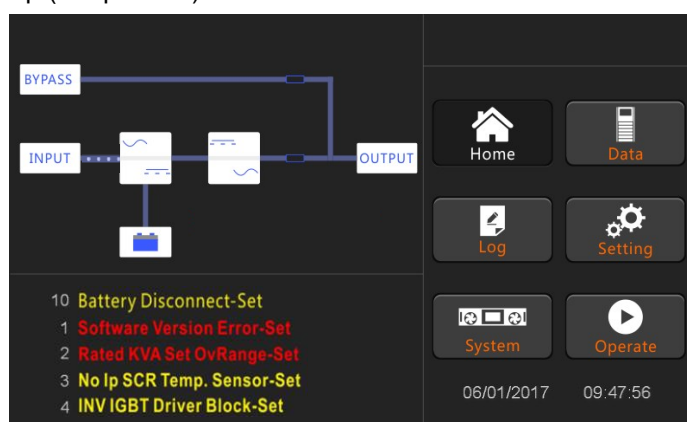

Рис.4-1. Интерфейс запуска выпрямителя
4. Стартовая страница на ЖК-дисплее показывает, что системный выпрямитель работает и мигает индикатор (см. рис.4-1).